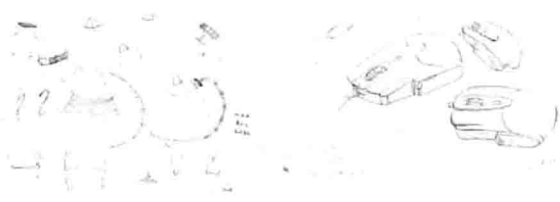

图1-8 利用速写方式进行创意表现
(4) 概念设计的二维表现
① 手绘表现。在诸多的表达方式（如速写、快速草图、效果图、计算机设计等）中，最方便快捷的是快速表现方法，如图 1-8 所示就是利用速写方式进行的创意表现。通过使用不同颜色的笔，可以绘制出带有色彩、质感和光射效果且较为逼真的设计草图，如图 1-9 所示。现在，工业设计师们越来越多地采用数字手绘方法，即利用数位板（手绘板）手绘。如图 1-10 所示。